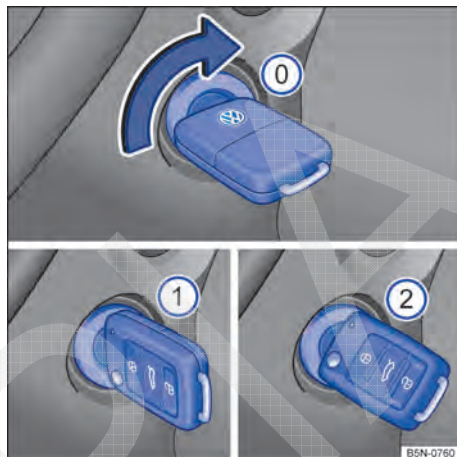

Fig. 92 Ao lado do volante, à direita: posições da chave do veículo no cilindro da ignição.
Posições da chave do veículo → Fig. 92
4.	Girar a chave do veículo no cilindro da ignição para a posição → Fig. 92 ① para ligar a ignição. Nesse instante a luz de controle do sistema de partida aquecida ☼ irá se acender no instrumento combinado.
6.	Girar a chave do veículo no cilindro da ignição para a posição → Fig. 92 ② para dar partida no motor – não acelerar. Caso a etapa 5 não seja respeitada, a luz de controle ☼ irá piscar indicando a necessidade de interromper o procedimento de partida e repeti-lo após retornar a chave para a posição → Fig. 92 ① e aguardar aproximadamente 10 segundos.
5.	Girar a chave do veículo no cilindro da ignição para a posição → Fig. 92  .